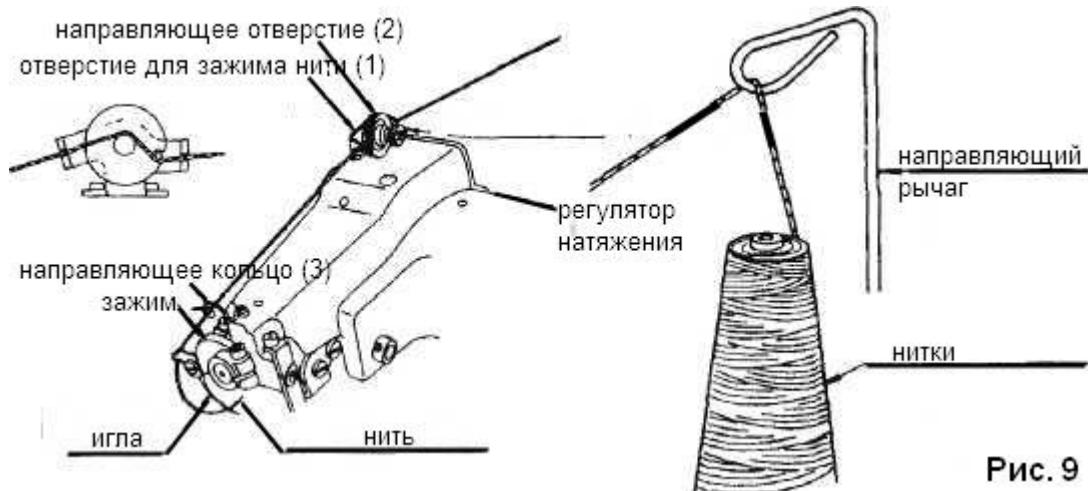

Рис. 9
#### 4. Размещение нити (рис. 9, 10, 11, 12)
A. Чтобы использовать швейные нитки, оденьте их на подставку для ниток (рис. 9)
C. При смене способа расположения нити, используйте рис. 9